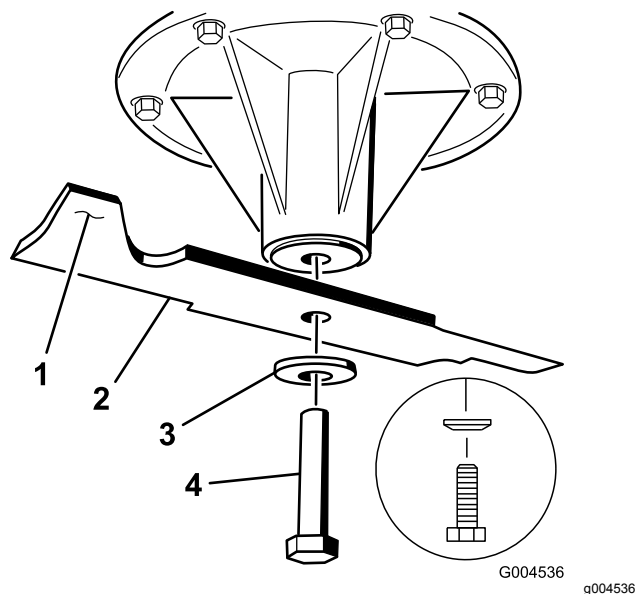

Figure 101
3. Si la lame est déséquilibrée, limez un peu l'extrémité de l'ailette seulement (Figure 101).
1. Placez la lame sur l'axe (Figure 101).
2. Mettez en place la rondelle élastique et le boulon de la lame. Le côté bombé de la rondelle élastique doit être dirigé vers la tête du boulon (Figure 101). Serrez le boulon de la lame à un couple de 115 à 150 N·m (85 à 110 pi-lb).